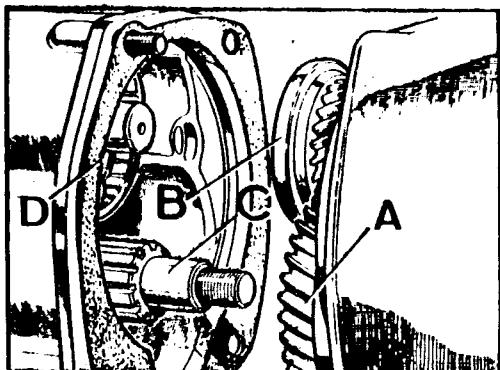

Fig. C-76 Posición del cárter de embrague
- 1.10. Mantener el eje intermedio en su posición y separar el cárter de embrague, teniendo cuidado de recoger el engranaje de toma constante, A (Fig. C-76) y la pieza cónica separadora.